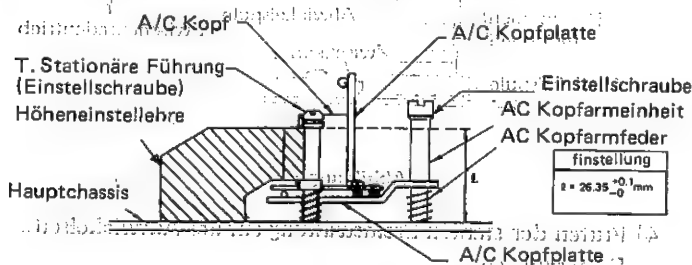

Abbildung 23.
1. Die Höhen-einstelllehre, wie in Abbildung 23, gezeigt, auf das Hauptchassis A aufsetzen.